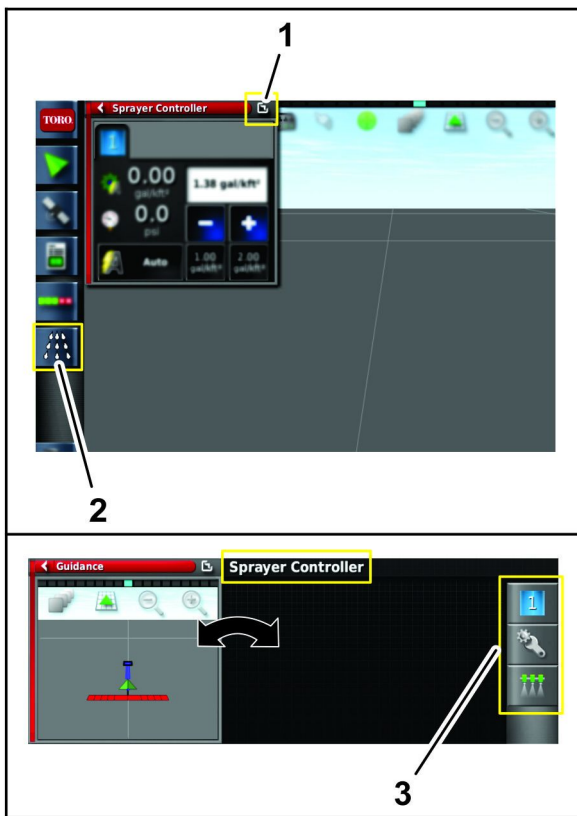

Bild 95
- C. Tippen Sie auf das Sprühsteuergerät-Symbol (Bild 95).
E. Tippen Sie im Sprühsteuergerät-Untermenü auf das Konfiguration-Symbol, um das Konfigurationsmenü anzuzeigen (Bild 95).
2. Tippen Sie auf das Fensterwechsel-Symbol, um auf das Sprühsteuergerät-Menü zurückzukehren (Bild 95).